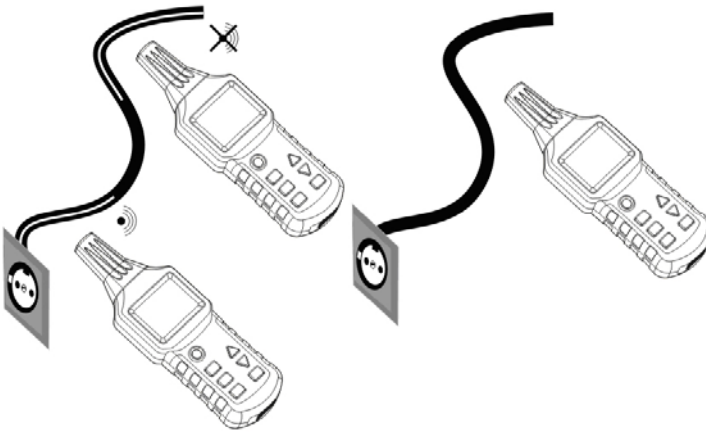

Abb.25
- Die Messung erfolgt nach Abb. 25.